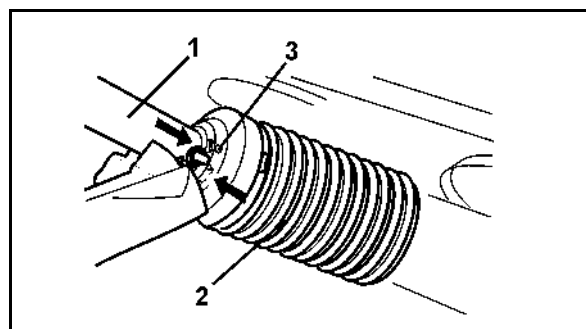

图 60
6. 拧开润滑嘴（图 60/1），插上万向传动轴（图 60/2）。
7. 用抗剪螺栓（图 60/4）固定连接叉（图 60/3）。
8. 旋入润滑嘴（图 60/1）。